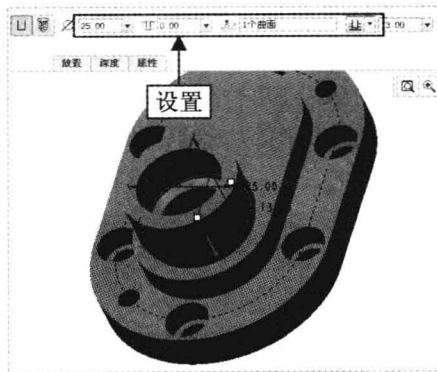

图 18-57 设置参数
Step 13 在绘图区选择模型的顶面作为螺纹的起始平面,设置螺纹的直径为 25、深度为 13,如图 18-57 所示。